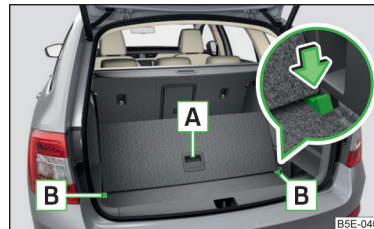

Abb. 145 Gepäckraum mit variablem Ladeboden unterteilen
- › Zum **Unterteilen** den variablen Ladeboden am Griff **A** anheben und den hinteren Rand des variablen Ladebodens in die Nuten **B** in Pfeilrichtung einschieben » Abb. 145.